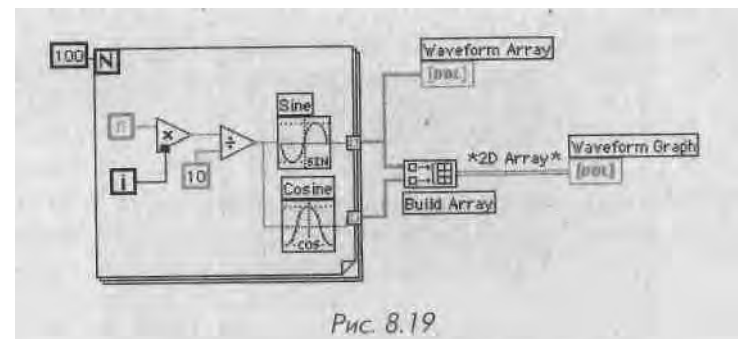

Рис. 8.19
1. Создайте блок-диаграмму, как показано на рис. 8.19.